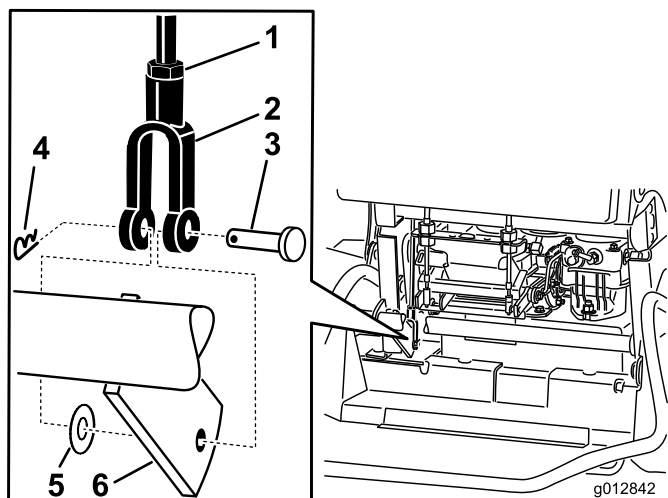

図 64
5. ブレーキの調整を行うには、まず、下側ブレーキ・レバーとヨークからヘアピン・コッターとクレビス・ピンを外す（図 64）。
6. ジャムナットをゆるめる（図 64）。
7. ヨークを回転させる。ブレーキをきつくするには、ヨークを上を移動させる。ブレーキを弱くするには、ヨークを下を移動させる（図 64）。
8. ブレーキの調整を行うには、まず、下側ブレーキ・レバーとヨークからヘアピン・コッターとクレビス・ピンを外す（図 64）。
9. ジャムナットを締める（図 64）。